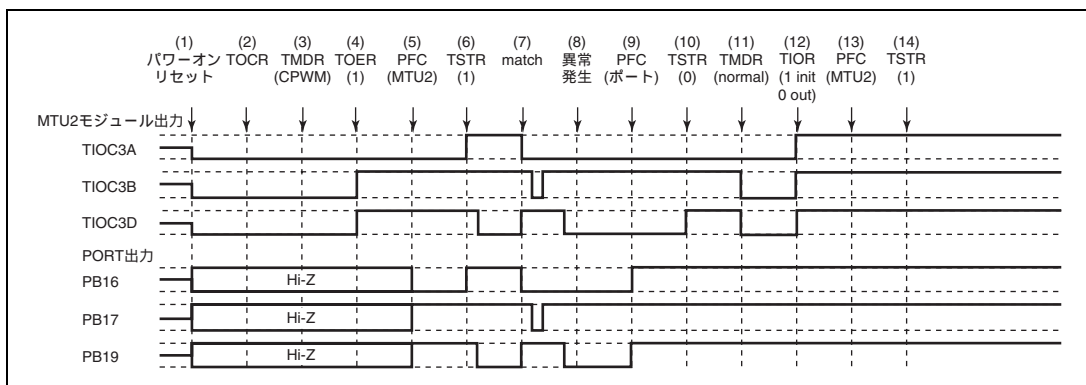

図 12.147 相補 PWM モードで異常が発生し、ノーマルモードで復帰する場合
相補 PWM モードで異常が発生し、再設定後ノーマルモードで再起動する場合の説明図を図 12.147 に示します。
(1) ~ (10) は図 12.147 と共通です。
(11) PWM モード 1 を設定してください (MTU2 出力はローレベルとなります)。
(12) TIOR で端子を初期化してください (PWM モード 1 では TIOC*B 側は初期化されません)。
(13) PFC で MTU2 出力としてください。
(14) TSTR で再スタートします。
(23) 相補 PWM モードで動作中に異常が発生し、相補 PWM モードで再スタートする場合の動作
- (1) ~ (10) は図 12.147 と共通です。
- (11) PFC で MTU2 出力としてください。
- (12) TSTR で再スタートします。
- (13) コンペアマッチの発生により相補 PWM 波形を出力します。
(24) 相補 PWM モードで動作中に異常が発生し、相補 PWM モードで新たに再スタートする場合の動作
- (11) ノーマルモードを設定し新しい設定値を設定してください (MTU2 出力はローレベルとなります)。
- (12) TOER でチャンネル 3、4 の出力を禁止してください。
- (13) TOCR で相補 PWM モードの出力レベルと周期出力の許可禁止を選択してください。
- (14) 相補 PWM を設定します。
- (15) TOER でチャンネル 3、4 の出力を許可してください。
- (16) PFC で MTU2 出力としてください。
- (17) TSTR で再スタートします。
(25) 相補 PWM モードで動作中に異常が発生し、リセット同期 PWM モードで再スタートする場合の動作
- (11) ノーマルモードを設定してください (MTU2 出力はローレベルとなります)。
- (13) TOCR でリセット同期 PWM モードの出力レベルと周期出力の許可禁止を選択してください。
- (14) リセット同期 PWM を設定します。
(26) リセット同期 PWM モードで動作中に異常が発生し、ノーマルモードで再スタートする場合の動作